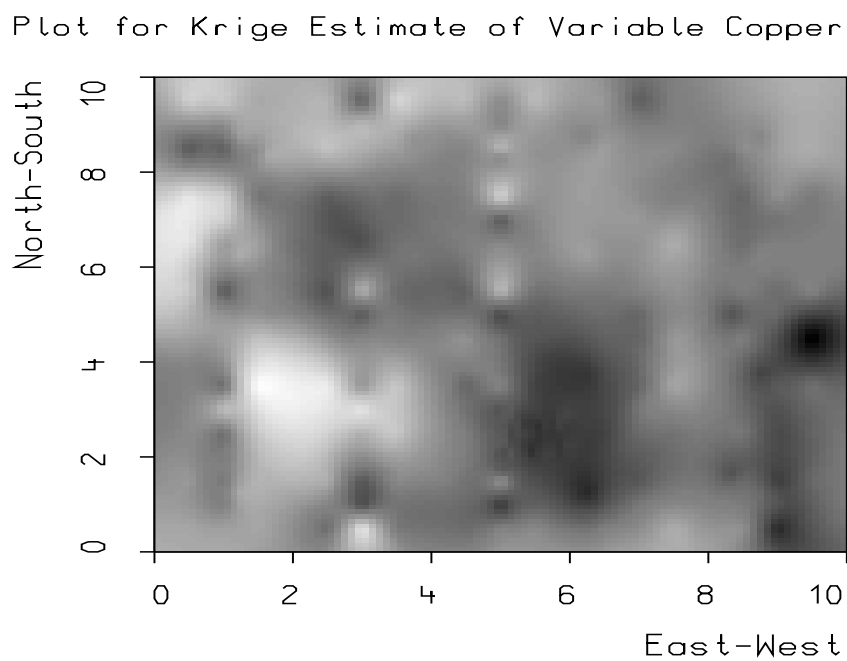

Abbildung 8: Gekrigte Werte von Cu auf einem Gitter (Rasterkarte)
48. Rechnen Sie interpolierte (gekrigte) Werte auf engem Gitter und präsentieren Sie eine Rasterkarte der Werte (geschätzte Erwartungswerte und Standardfehler) ähnlich der folgenden Grafik (Abbildung 8).